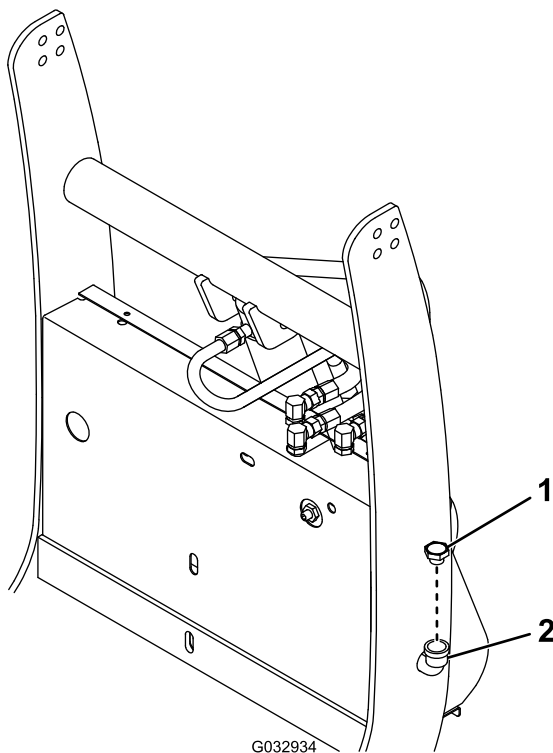

Figura 13
3. Retire el tapón de llenado de la reserva hidráulica (Figura 13).